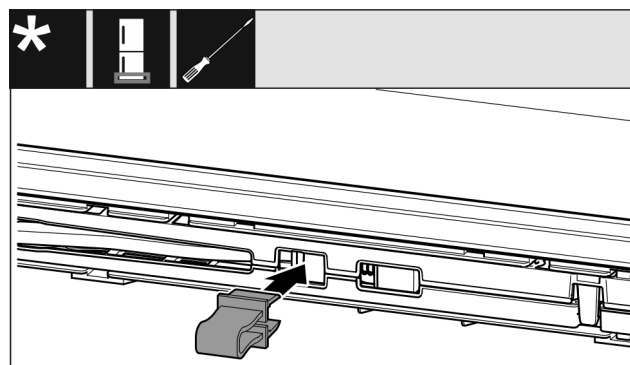

Fig. 14
- ▶ Фиксирайте предпазителя в отвора Fig. 14 ().